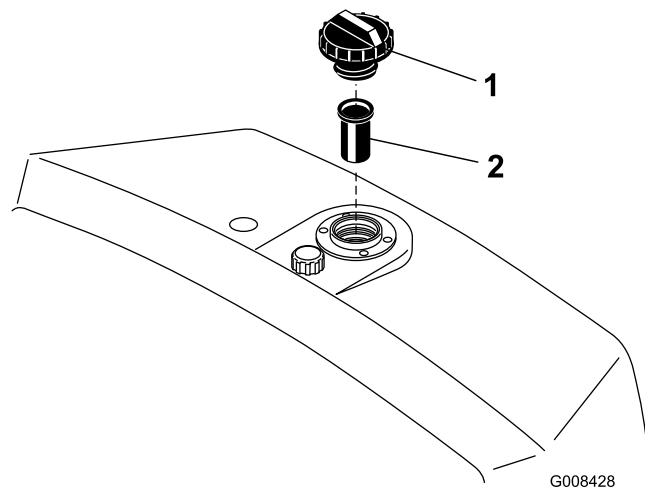

Bild 26
2. Entfernen Sie den Deckel vom Behälter und prüfen Sie den Ölstand. Der Ölstand sollte unten am Einfüllstutzen liegen (Bild 26).